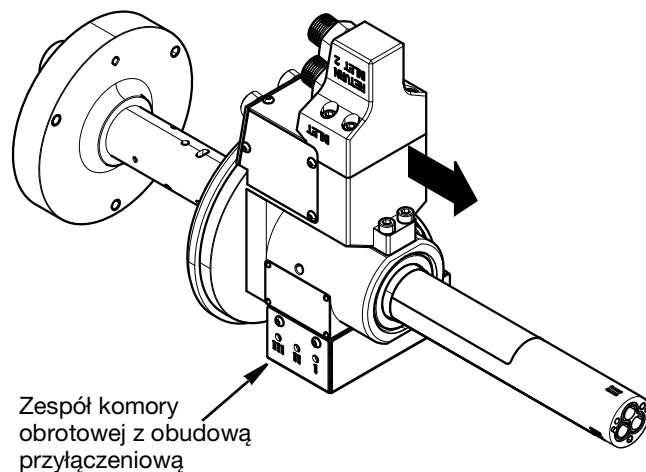

FIG. 17
9. Wysunąć zespół komory obrotowej z obudową przyłączeniową. Patrz FIG. 17.